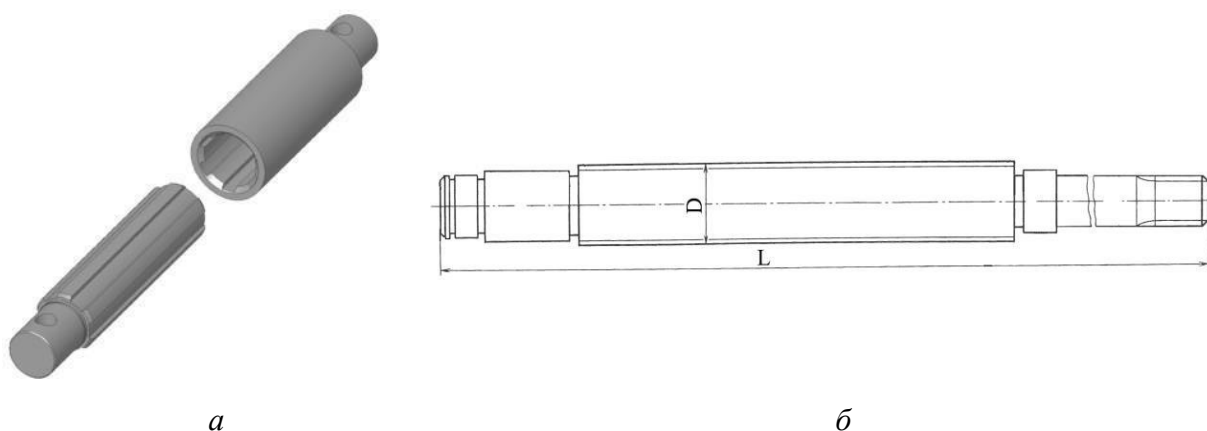

Рис. 1.2. Шлицевой вал привода рулевого управления автомобиля:
2. Пользуясь «Марочником сталей и сплавов», выбрать марку стали для изготовления шлицевого вала привода рулевого управления автомобиля (рис.1.2). Производство автомобилей крупносерийное.